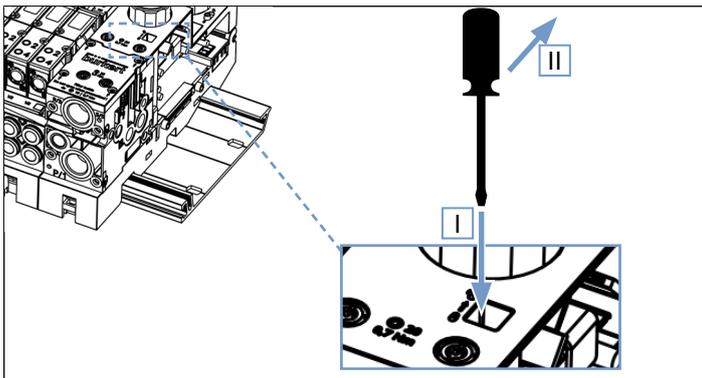

图25: 解锁内藏的解锁滑块
- 仅限设备 V2 版本：如果解锁滑块的可接触性受到开/关阀的限制，也可以从前面操作解锁滑块（参见“图25”）。对此，将细长一字螺丝刀（刀柄长度至少为 85 mm，最大直径为 4 mm）插入压力计模块 (I) 的开口中，插到底，然后稍微向上倾斜 (II)。